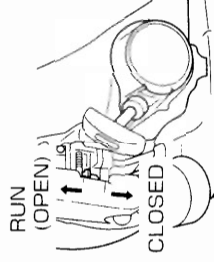

Fig. 6
2. Lleve la palanca del estarter a la posición CLOSED (cerrado). (Fig. 6)